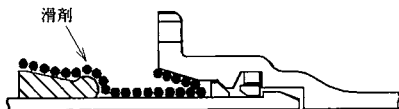

図38 滑剤塗布範囲
- (1) ゴム輪外面、挿し口外面および受口内面にダクマイル鉄管継手用滑剤を塗る。塗布範囲を図38に示す。